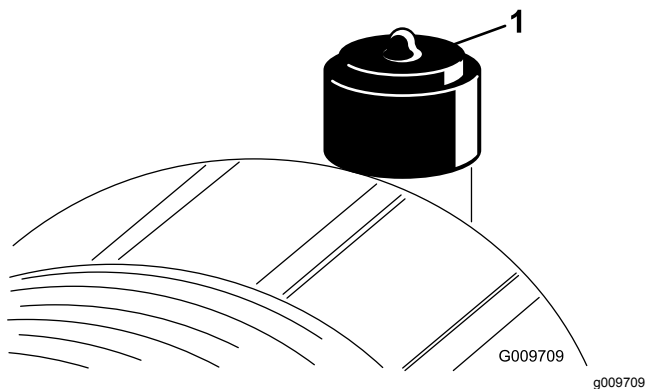

Figura 56
Faça a manutenção ao filtro de ar apenas quando o indicador de manutenção (Figura 56) o exigir. Mudar o filtro de ar antes de ser necessário apenas aumenta a possibilidade de entrar sujeira no motor quando retira o filtro.
2. Reinicie o indicador (Figura 56) se este se apresentar vermelho.